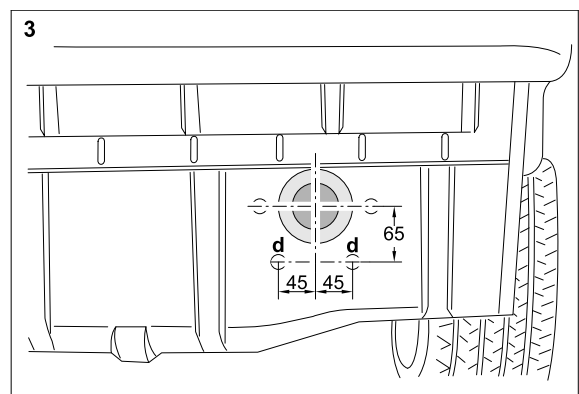

Bild 3: Bohrungen Heckblech rechts und Dichtring
- 6.) Erforderliche Bohrungen in Heckblech bei "d" im Bereich unterhalb der rechten Pralldämpferöffnung anzeichnen und mit $\varnothing 14$ mm bohren (siehe Bild 3).
- 7.) Heckblech im Bereich um **rechte** Pralldämpferöffnung reinigen und beiliegenden Schaumstoffdichtring um Öffnung aufkleben. (siehe Bild 3).